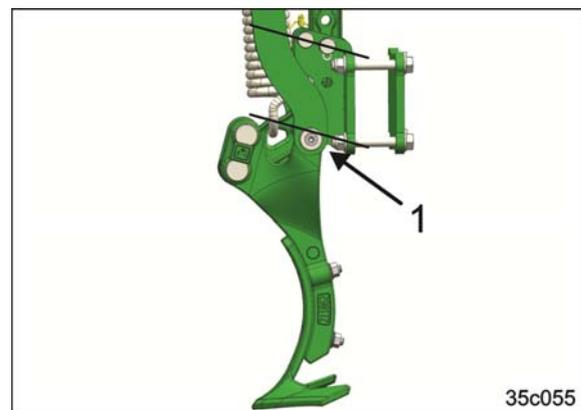

Fig. 125
- En tournant le logement de l'efface-traces de roue de tracteur (Fig. 125/1), la profondeur de travail peut être réglée plus plate.